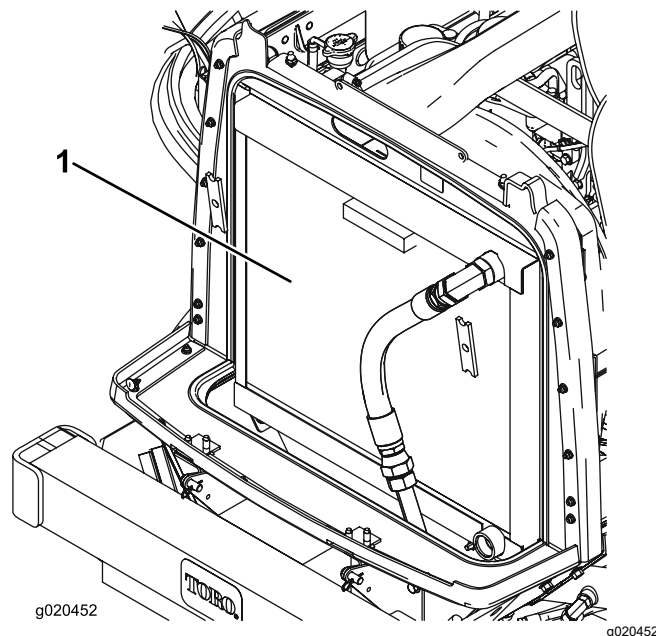

Figura 73
3. Pulite accuratamente entrambi i lati dell'area del refrigeratore dell'olio e del radiatore utilizzando aria compressa (Figura 73).